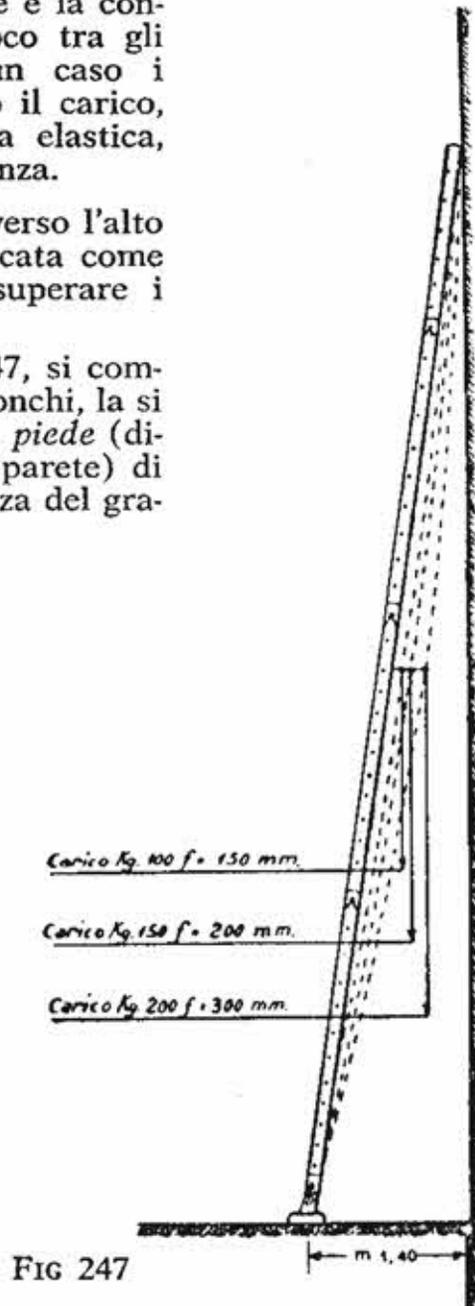

FIG 247
c) Come indicato nella fig. 247, si compone la scala con tutti e quattro i tronchi, la si appoggia ad una parete dandole un *piè* (distanza della base della scala dalla parete) di m 1,40, e la si carica in corrispondenza del gradino di mezzo gradualmente con carichi di Kg 100, Kg 150, Kg 200, mentre si misurano le relative frecce che non debbono superare le frecce limiti rispettivamente di mm 150, mm 200, mm 300. Alleggerita la scala dai carichi, si osserva se le frecce s'annullano totalmente o se rimane una freccia residua, indi si ribalta di 180° la scala contro la stessa parete si ripete la prova di carico e scarico misurando le frecce relative, che dovrebbero corrispondere alle precedenti.